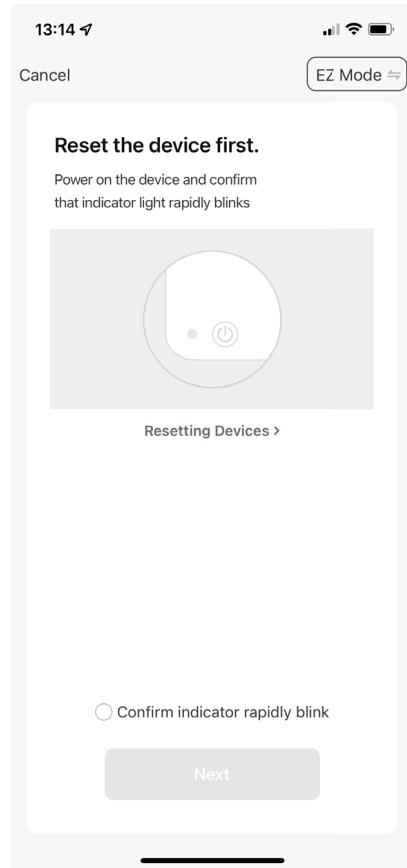

Fig. 4
► Toccare il pulsante **MODALITÀ EZ** in alto a destra (**vedere la fig. 4**).